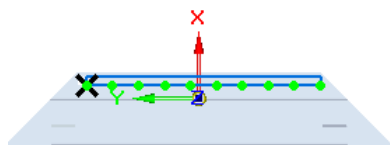

图 8.13.52 绘制矩形阵列轮廓
(4) 绘制矩形阵列轮廓。单击“特征”区域中的  按钮，绘制图 8.13.52 所示的矩形。
① 定义阵列类型。在“阵列”命令条  后的下拉列表中选择 。
② 定义阵列参数。在“阵列”命令条  后的文本框中输入阵列个数为 10，输入间距为 25；在“阵列”命令条  后的文本框中输入阵列个数为 1；单击右键确定。
③ 单击  按钮，退出草绘环境。
(5) 单击  按钮，完成特征的创建。